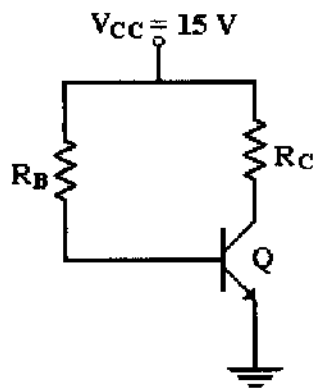

Figura 2.1
1.- Dado el circuito de la figura 2.1, determine el valor de  $R_B$  para que circule una  $I_C=10$  mA. Emplee los datos típicos del transistor. Además calcule la  $R_C$  para completar el punto de operación con un  $V_{CE} = 5$  volts.
- 1.- Arme el circuito de la figura 2.1 con los valores de resistencias comerciales y mida las variables indicadas en la tabla 1 en la columna correspondiente a V.M.